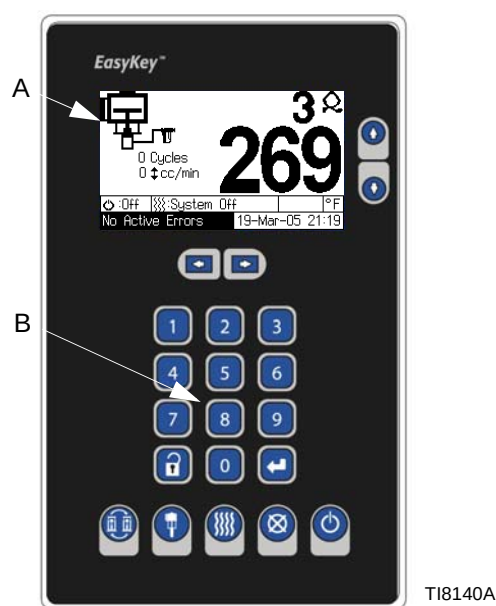

FIG. 7: EasyKey skärm och knappsats
EasyKey-skärmen är ett enkelt användargränssnitt som består av en LCD-skärm (A) och en knappsats (B). Se FIG. 7.